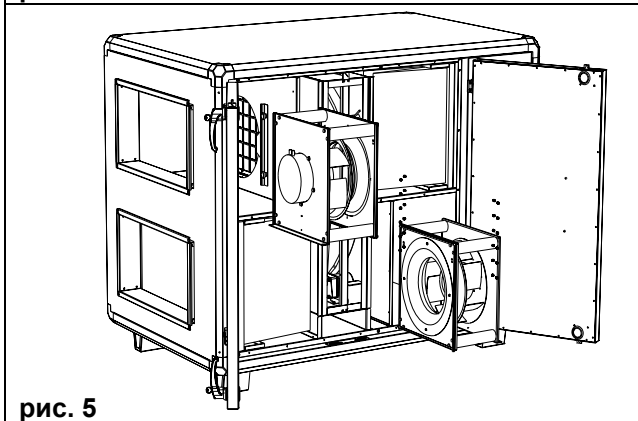

рис. 5
3. Проверка вентилятора (1 раз в год), (Рис.5)